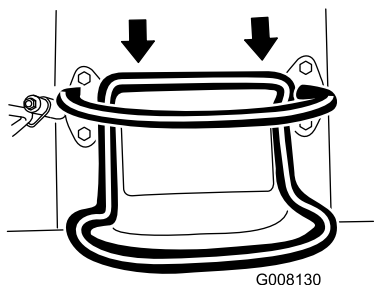

Рисунок 8
- Для того, чтобы начать движение назад, переместите ручку управления тягой назад (Рисунок 8). **Начиная движение задним ходом, посмотрите назад и убедитесь в отсутствии препятствий, при этом держите обе руки на контрольной штанге.**